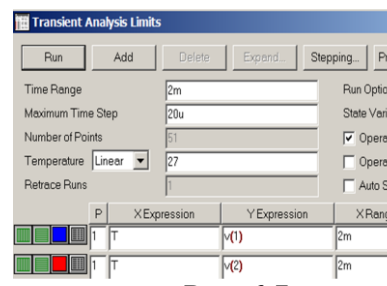

Рис. 6.7
3. Получите АЧХ, выполните моделирование в режиме AC. Поясните выбор координат точек, отмеченных курсорами (рис. 6.7).